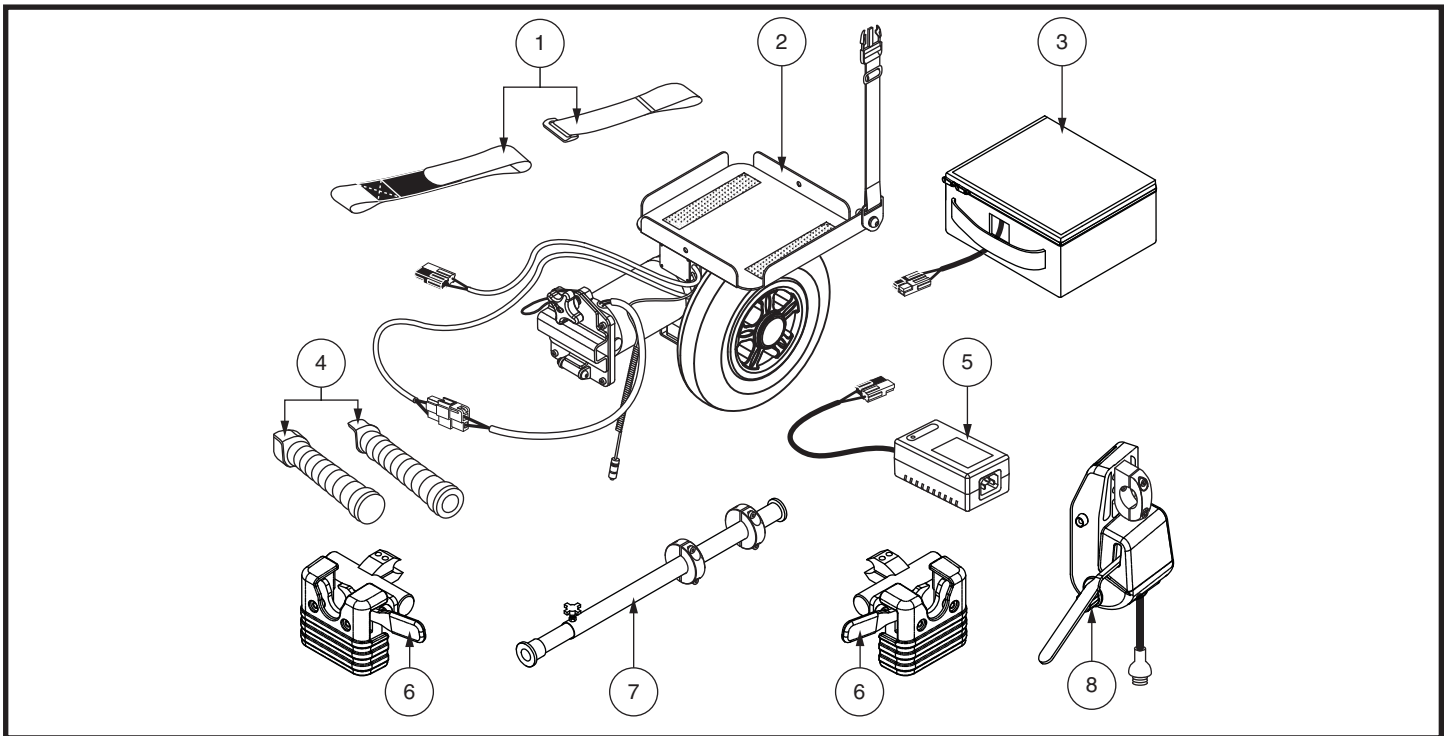

Figura 1. Componenti del Power Glide (nell'illustrazione il modello mono-ruota)
Il Power Glide è composto da (vedere figura 1):
1. Verificare di disporre di tutti i componenti illustrati nella **figura 1**.